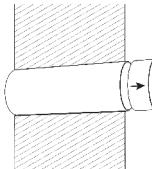

Рис. 3
- Перед установкой, трубу воздуховода обрезать по толщине стены. Установить трубу с тепло-шумоизоляцией в отверстие. Предварительно, на наружную поверхность трубы равномерно нанести силиконовый герметик (Рис. 3).